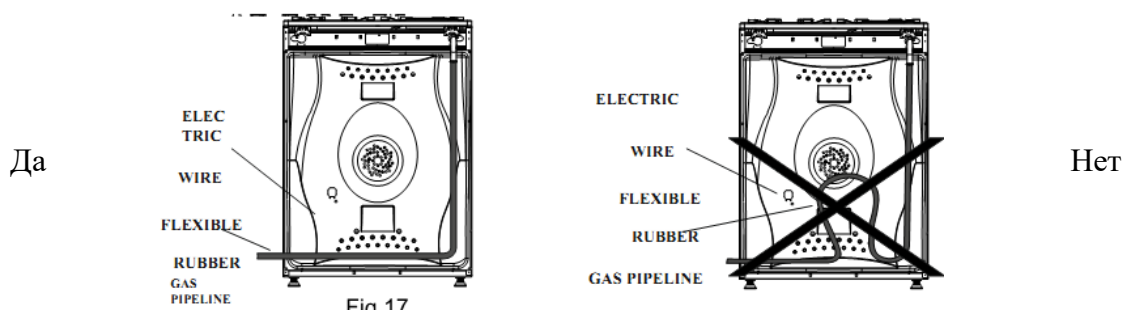

Рис. 17
- Она может быть легко осмотрена, чтобы проверить её состояние (Рис. 17).